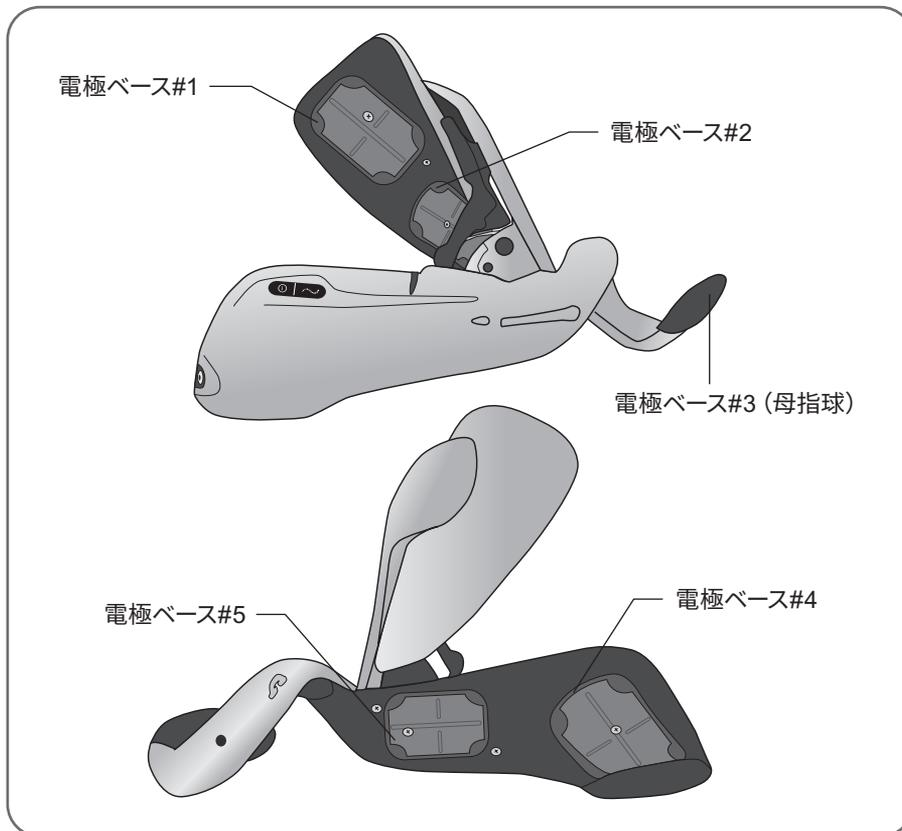

図 8-5：電極ベース#1～#5
5. 布製電極をそれぞれ対応する電極ベースに合わせます。図 8-5 を参照してください。